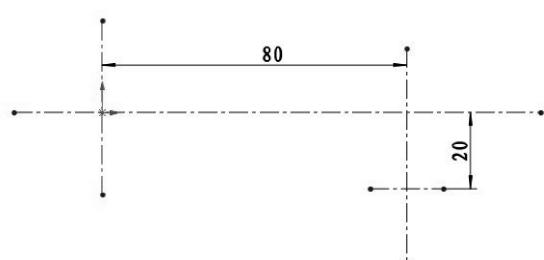

图 2-114 绘制基准中心线
- 02 绘制图形基准中心线。本例以坐标系原点作为 $\varnothing 32$ 圆的圆心。绘制的基准中心线如图 2-114 所示。